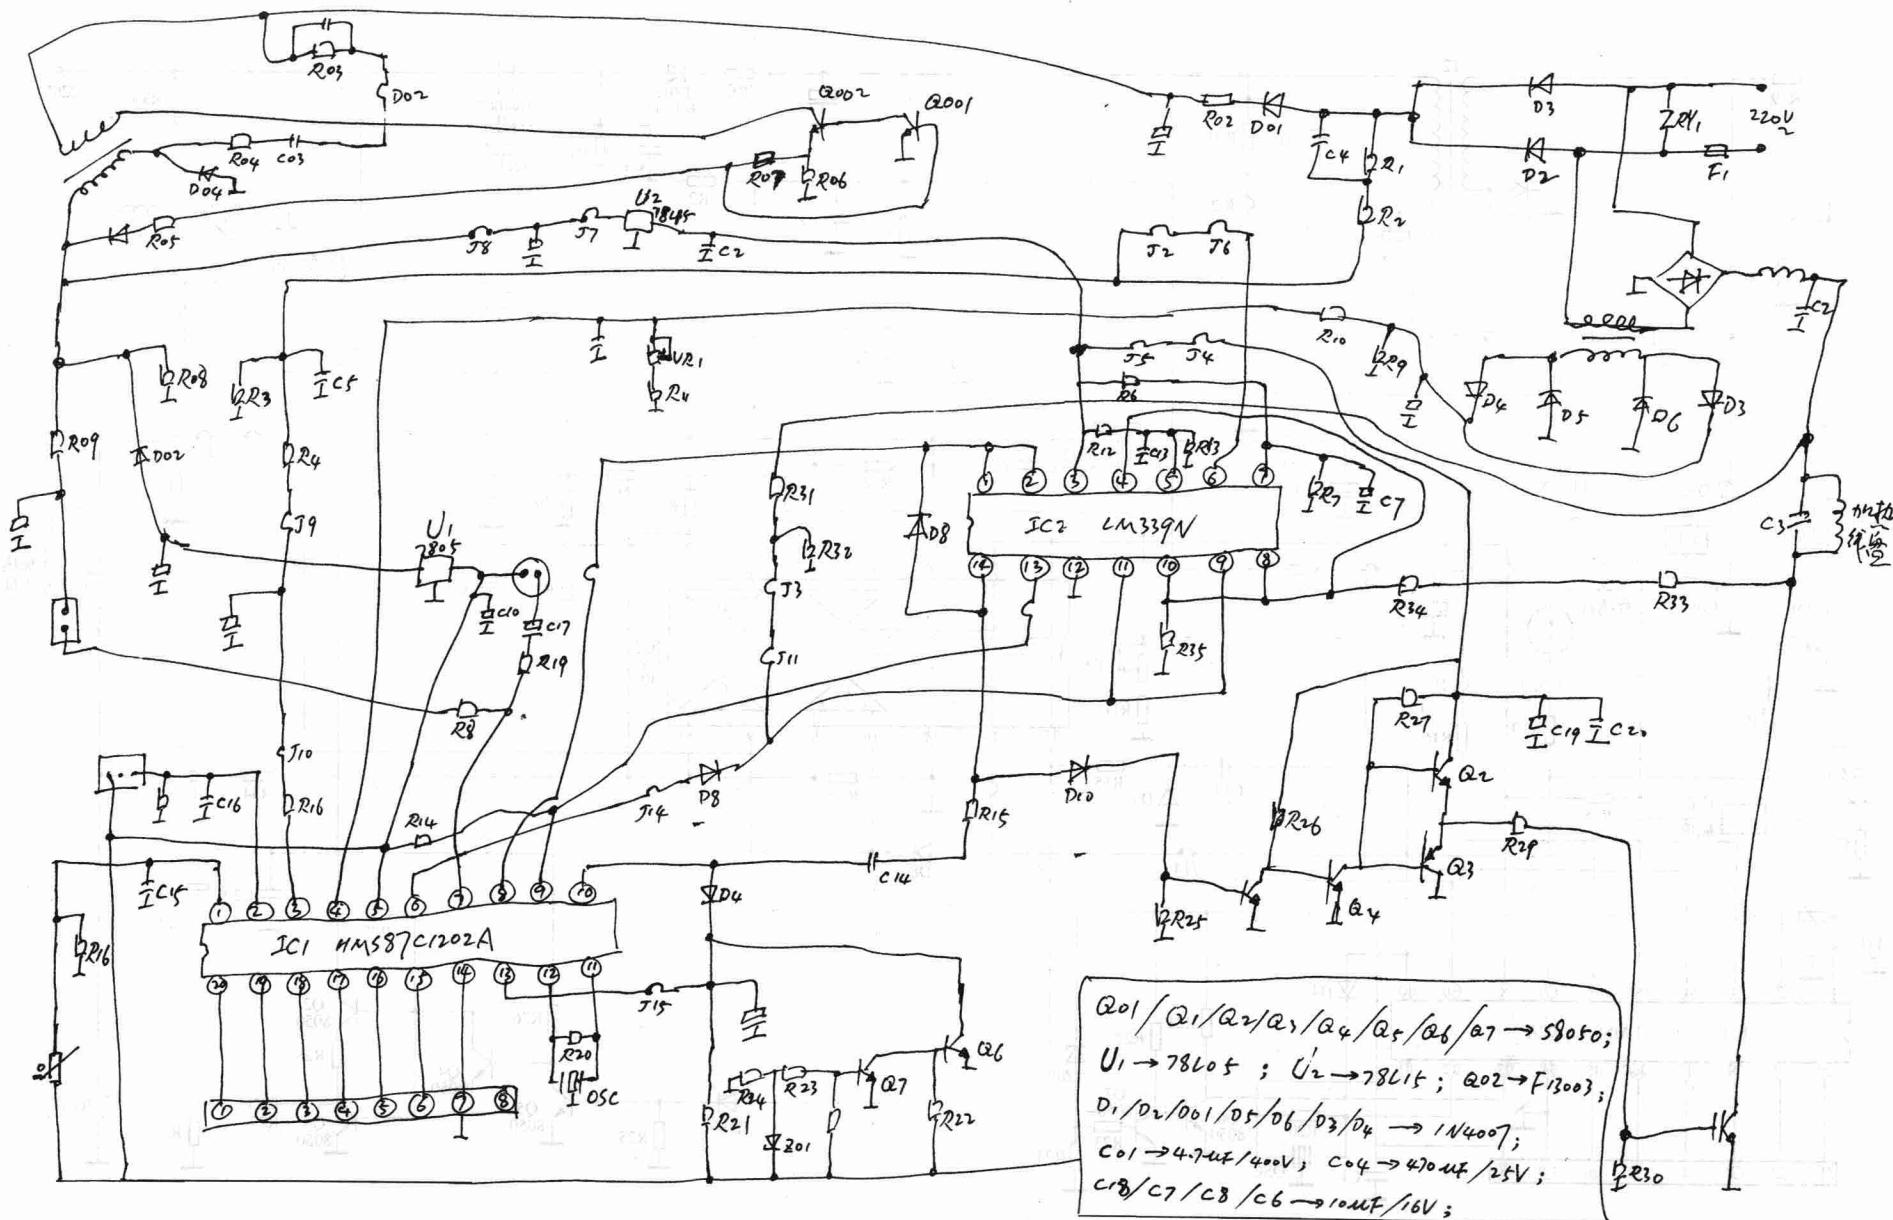
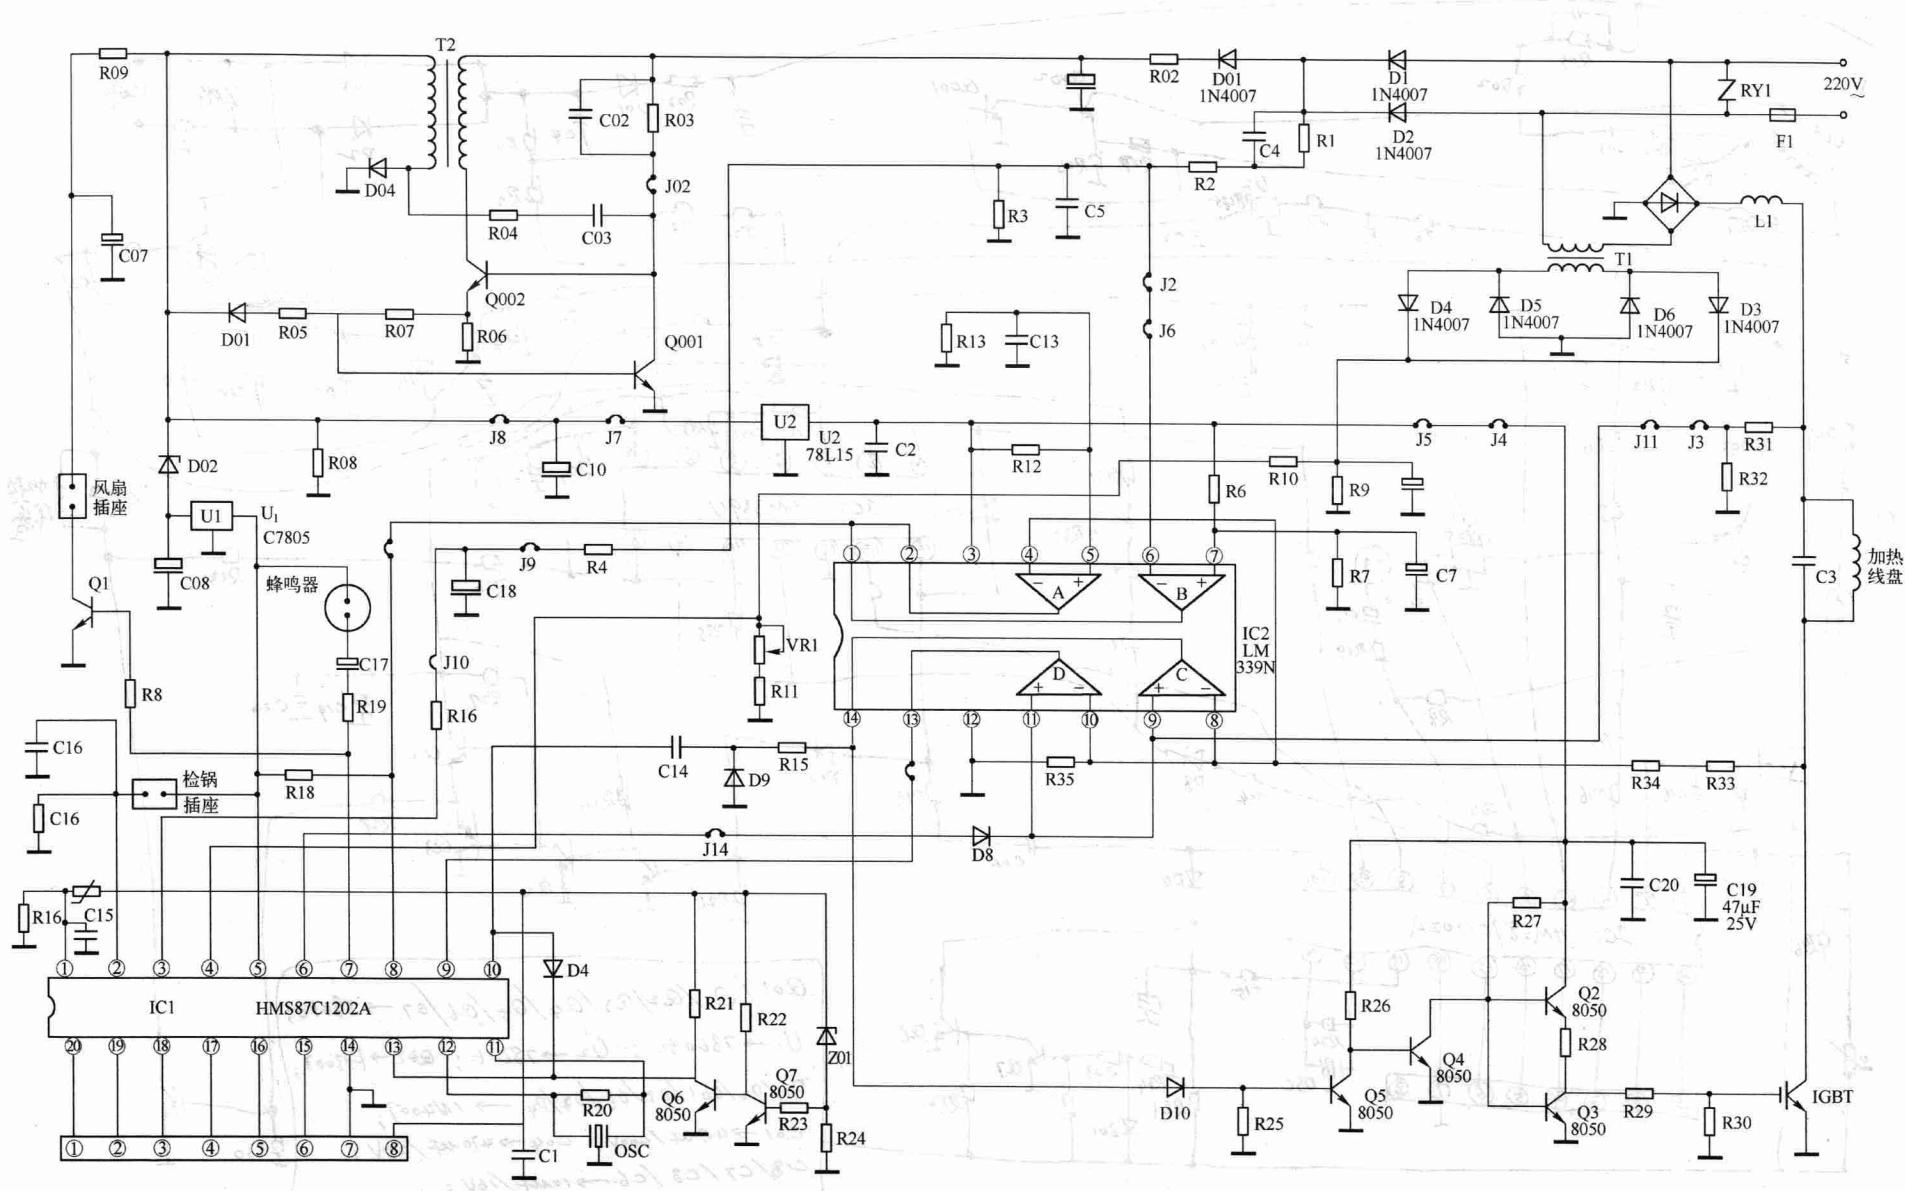

图4 美联 C-18F20 电磁炉主板电路草图
图 5 美联 C-18F20 电磁炉主板电路原理图
- (3) 依照图 3 中勾画的结果绘出电路草图,如图 4 所示。但要注意,每绘制一个元件都要在连接焊脚处画一黑圈,以标明该元件已被绘制,在所有焊脚都画上黑圈后,即证明绘制结束,如图 3 所示,最后再依照草图整理出电路原理图,如图 5 所示。